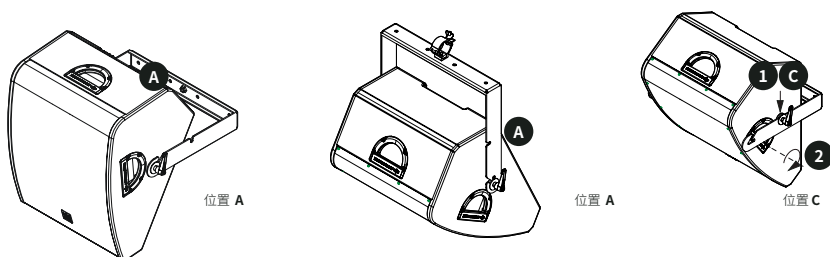

图11. 不同辐射方向在墙壁或桁架上的应用
11. 如果想让SMX 12A离墙更近且向下方辐射，可以使用U型架上的“位置C”，详见图11。